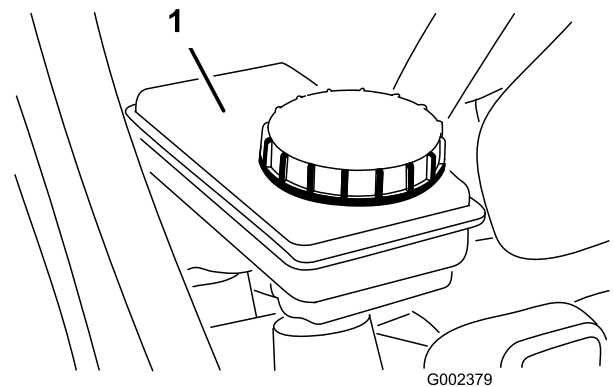

Figura 19
2. Asegúrese de que el nivel de fluido llegue a la línea Lleno del depósito (Figura 19).
3. Si el nivel de líquido es bajo, limpie la zona alrededor del tapón, retire el tapón y llene el depósito hasta el nivel correcto con el líquido de frenos especificado (Figura 19).